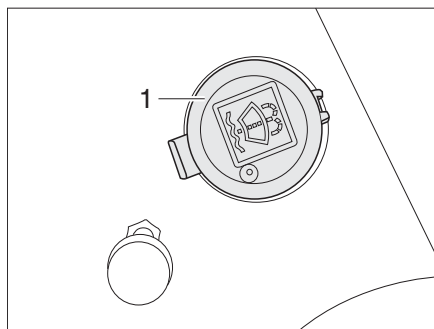

Bild 31 Påfyllningsöppning spolarvätskebehållare
- Tag av locket (Bild 31,1) från spolarvätskebehållarens påfyllningsöppning.